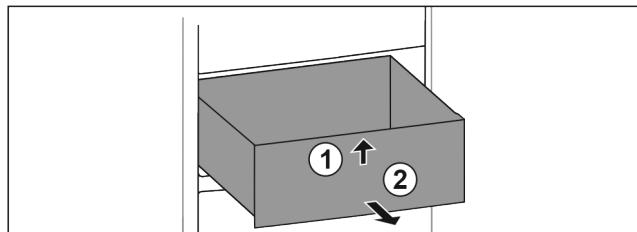

Fig. 96
- Schubfach vorne anheben. Fig. 96 (1)
- Schubfach nach vorne entnehmen. Fig. 96 (2)